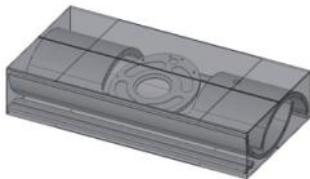

ABB. 3 - FRACHTSTÜCK SEITENTEILE UND ABDECKUNG
- Ein Karton mit der Abdeckung und den Seitenteilen, Abb. 3 (der Karton befindet sich mit auf der Palette der feuerfesten Teile).